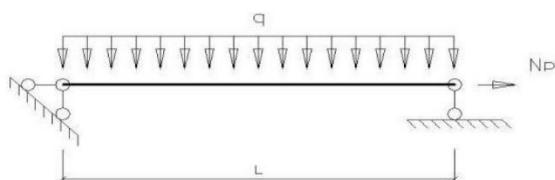

Рисунок 2. Расчетная схема балки
3.2 Проверить прочность брускчатого стержня пролетом L, сечением bхh (круглого диаметром d), без ослаблений. Брус изгибаются в направлении большего размера сечения равномерной погонной нагрузкой q, (рисунок 2).